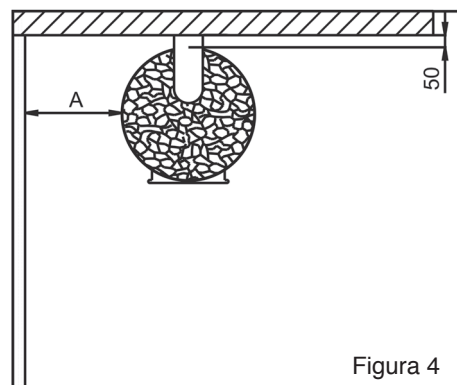

Figura 4
4. În cazul unui perete din cărămidă, este de ajuns să se lase un interval de aer de 50 de mm între suprafața verticală a sobei și perete (Figura 4).